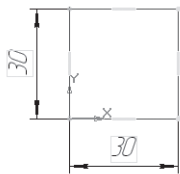

Рис. 366
- постройте  – прямоугольник высотой 30 мм и шириной 30 мм от начала координат (рис. 366);